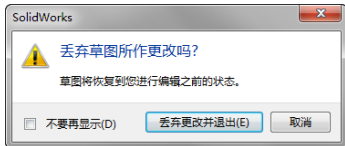

图 2-3 确认丢弃草图
7. 如果要放弃对草图的更改，单击删除草图图标，在弹出的确认对话框（图 2-3）中单击 [丢弃更改并退出] 按钮，丢弃对草图的所有更改。